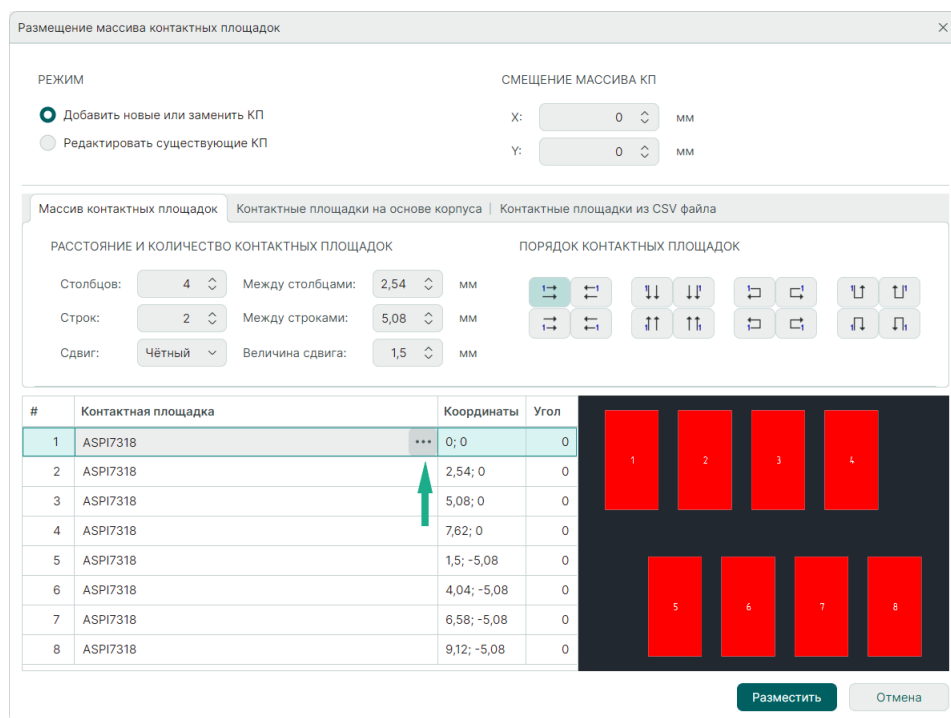

Рис. 94 Переход к выбору типа контактной площадки
1. Нажмите на символ «…» в правой части столбца «Контактная площадка», см. Рис. 94.